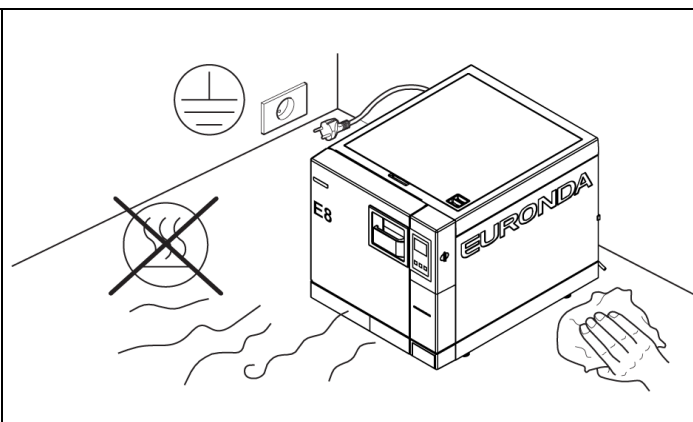

Fig. 6.1-4
- Non installare l'apparecchio in luoghi con scarsa ventilazione (Fig. 6.1-4).
- Non posizionare l'apparecchio vicino a fonti di calore (Fig. 6.1-4).